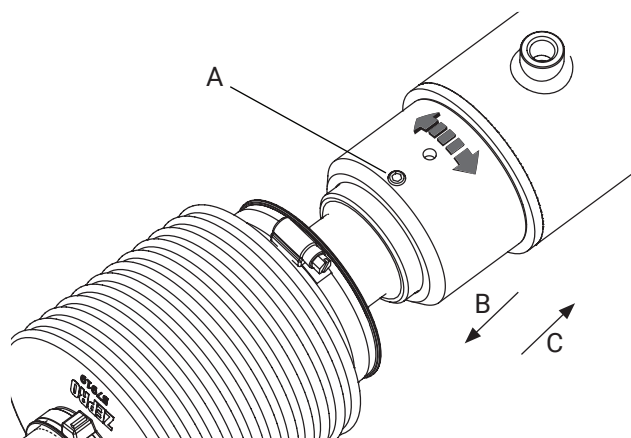

Bild 32. Anslag och dess låsskruv
8. På tilt-cylindern som är monterad på plattformen, lossa låsskruven (A). Skruva anslaget helt tillbaka (B) i riktning mot plattformen. Se Bild 32.
10. Justera anslaget helt mot cylinderns topp (C). Bild 32.
11. Fixera inställningen med låsskruven (A). Se Bild 32. **Åtdragningsmoment: 3-5 Nm**
12. Lossa låsskruven (A) på den andra tilt-cylindern.
13. Vrid justerhylsan så att tiltcylindern passar mot infästningen på plattformen och fixera sedan inställningen med låsskruven (A).